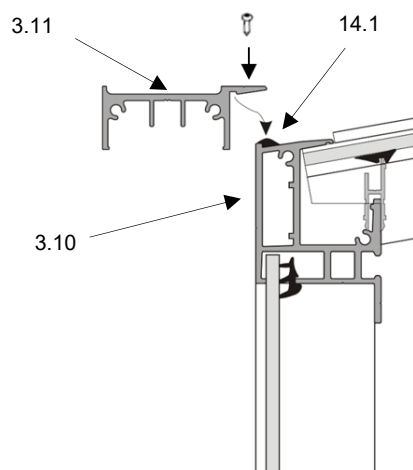

Abb.59
- Silikon (**14.1**) auf dem Traufprofil (**3.10**) über die ganze Länge der Türlaufschiene (**3.11**) abdichten. (Abb.59)